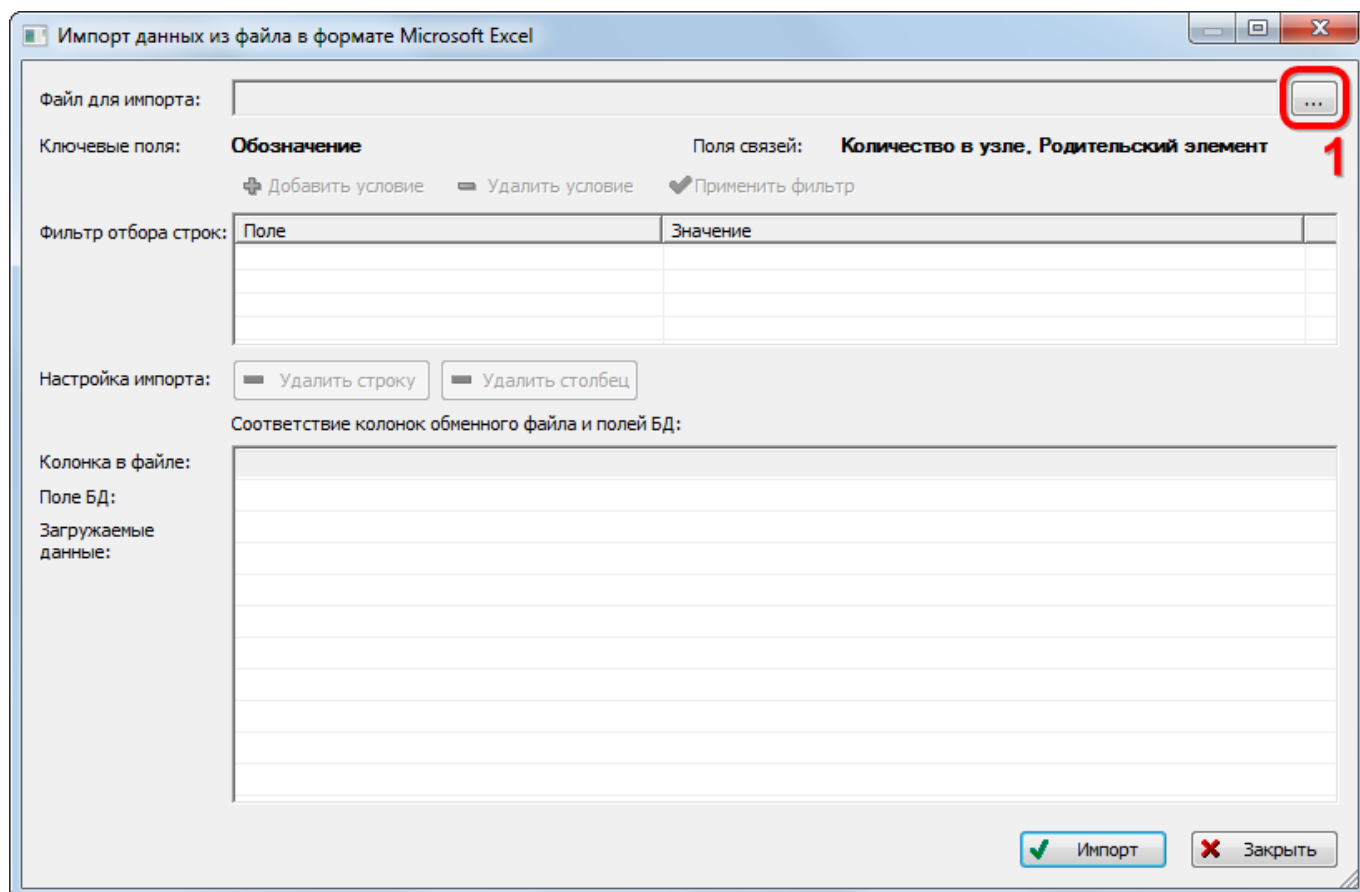

Рис. 10-86 – Окно импорта из файла Excel
2) Выбрать в рабочем окне «Логистическая структура» папку, в которую будут добавлены данные из файла, нажать кнопку «Импорт из Excel» панели «Импорт/экспорт» и из раскрывшегося списка выбрать «Импорт компонентов» (рис. 10-86).